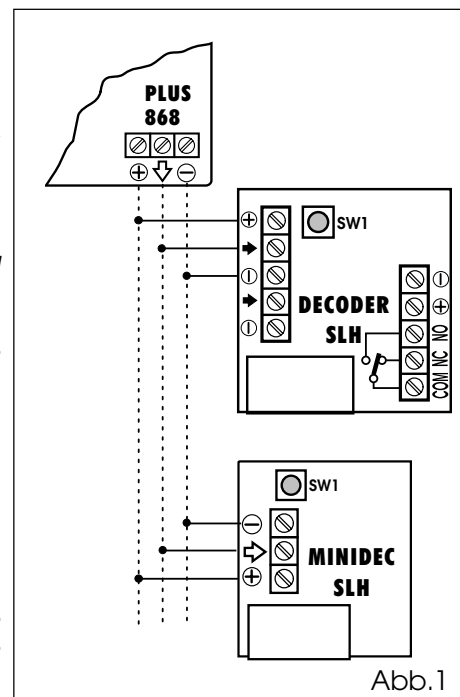

Abb. 1
- 1) Nach der Ausführung der Installation und der elektrischen Anschlüsse der einzelnen Bestandteile des Systems 868 SLH (Abb. 1) ist die Stromversorgung der Anlage einzuschalten.